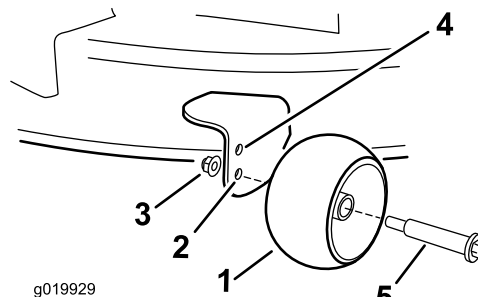

Figure 23
- Troux supérieur – utilisez cette position pour les hauteurs de coupe du tablier de coupe jusqu'à 63 mm (2-1/2 po) (Figure 23).
- Troux inférieur – utilisez cette position pour les hauteurs de coupe du tablier de coupe à partir de 76 mm (3 po) (Figure 23).